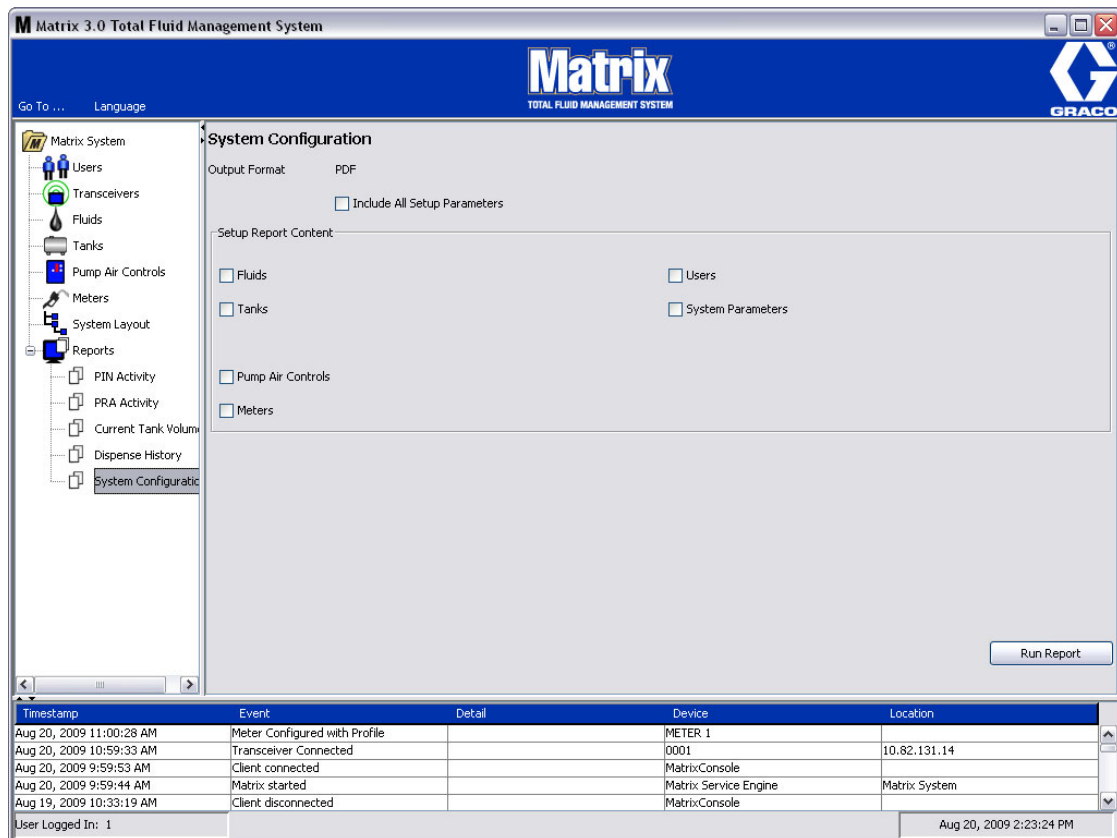

Рис. 109
- Экран «System Configuration» [Конфигурация системы] (Рис. 109)